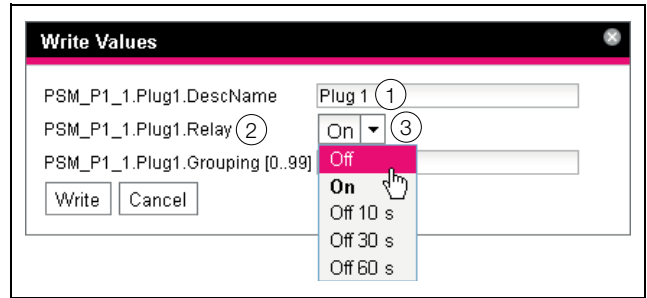

Fig. 19 : exécution des ordres de commutation
| DescName | Description personnalisée qui a été attribuée à la sortie ou à la prise (fig. 19, pos. 1). |
| Command | Ordre qui doit être exécuté. Les ordres suivants sont traités : « Off », « On », « Off 10 s », « Off 30 s », « Off 60 s » (fig. 19, pos. 3). |
| Device | Deviceindex (numéro ID) qui est affiché devant le Real Device correspondant dans le domaine de navigation du site Internet de l'interface IoT (fig. 19, pos. 2). |